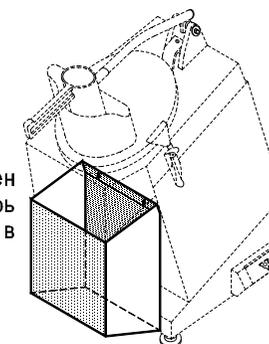

Рис. 8 - Канал для направления продукта
**Канал:** из стали AISI 304, устанавливается взамен емкости, облегчает падение продукта внутрь резервуара, который обычно расположен в основании рабочего стола (рис. 8).